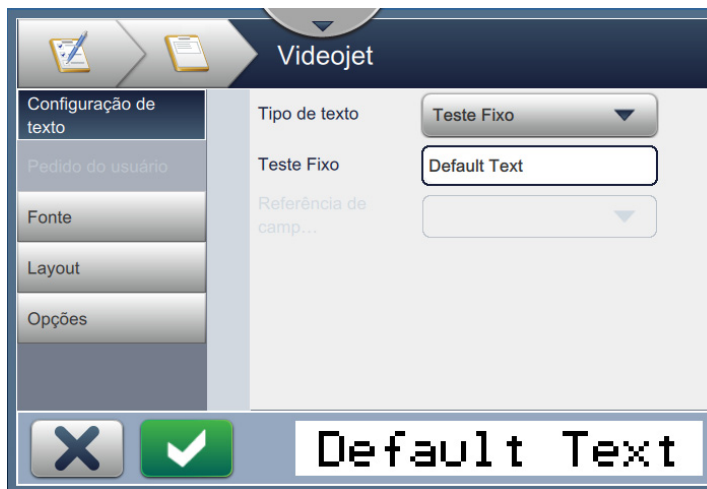

Figura 5-5: Tela Configurações de campo
8. Altere os parâmetros conforme necessário na tela de configurações para o campo selecionado, como mostra a Figura 5-5. Toque o botão  para salvar o formato de campo necessário.